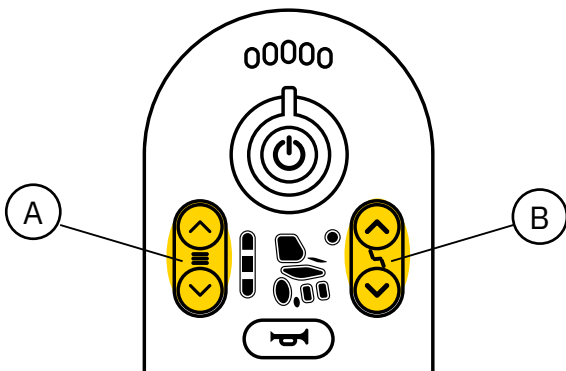

Abb. 2.2. Wahl der Fahr- und Sitzfunktionen auf der LiNX REM211.
Das Produkt ist standardmäßig mit der Bedieneinheit LiNX REM211 ausgestattet. Um das Produkts zu fahren, betätigen Sie auf der Bedieneinheit die Tasten für die Fahrfunktion (A), siehe Abb. 2.2. Während des Fahrens wird das Produkt mit dem Joystick auf der Bedieneinheit gesteuert. Die elektrische Höhenverstellung erfolgt über die Tasten zur Einstellung der Sitzhöhe (B) auf der Bedieneinheit, siehe Abb. 2.2. Die gewünschte Sitzhöhe wird mithilfe des Joysticks auf der Bedieneinheit eingestellt. Das Produkt kann zudem mit weiteren elektrischen und manuellen Sitzfunktionen ausgestattet werden. Siehe Abschnitt 5. Unter Konfigurationen und Einstellungen finden Sie detaillierte Informationen zu allen Funktionen und Bedienelementen des Produkts.